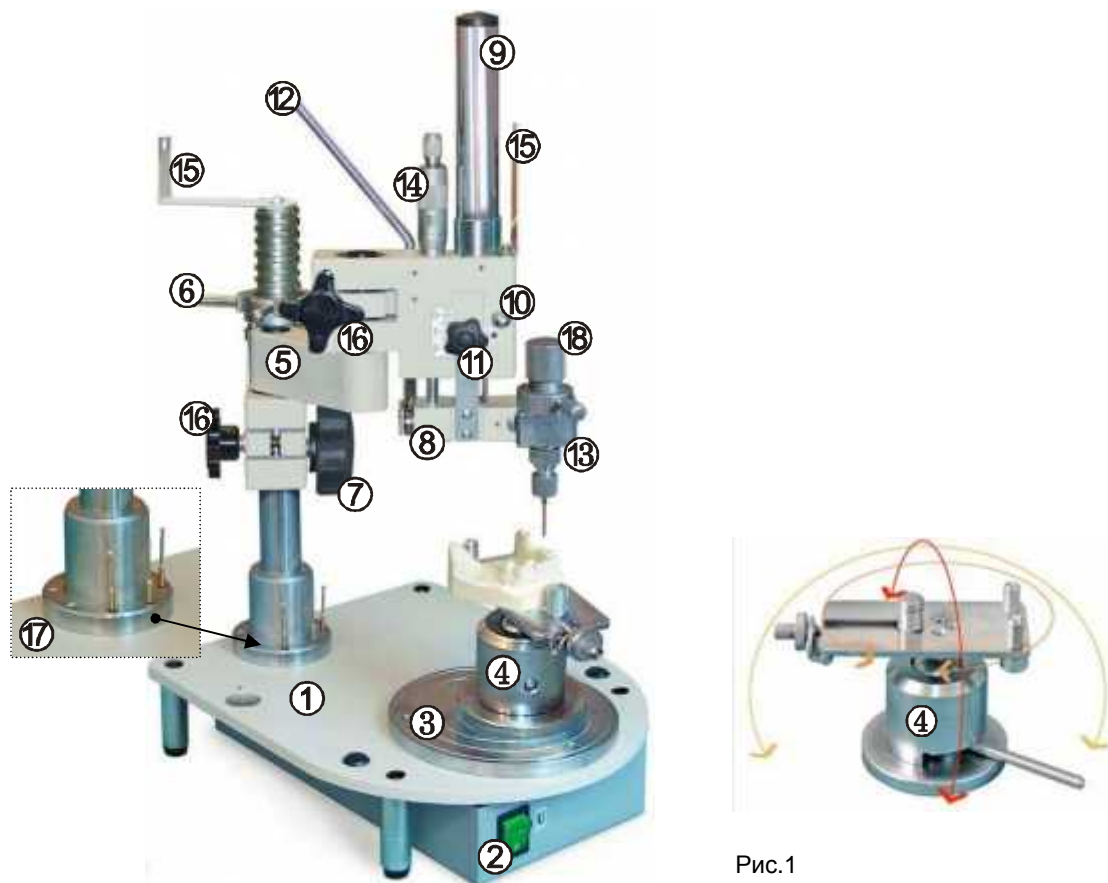
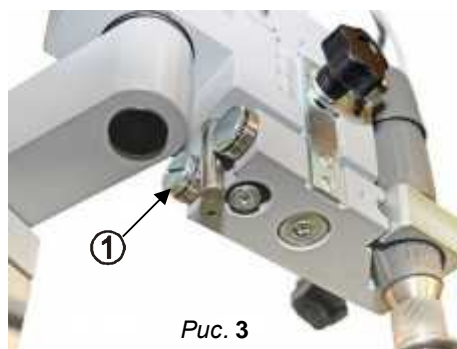

Рис. 1
Рис. 3
5.1 Основные конструктивные элементы (рис. 1)
6.2.1 Удалите защитные транспортировочные элементы (пленку электромагнитной платформы, хомуты и пр.). Держатель угловой **(15)** кабеля бормашины переверните на 180° в соответствии с рис.1.
6.2.5 Отрегулируйте при необходимости усилие возвратной пружины каретки **(8, рис. 1)**:
▪ снимите кожух **(9, рис. 1)**;
8.1.1 Для устранения люфтов в механизме вертикального перемещения каретки ослабить контргайку эксцентрика (**10**, рис. 1) и, осторожно поворачивая эксцентрик с помощью отвертки, выбрать зазоры. Добившись плавного, легкого, безлюфтового перемещения механизма, зафиксировать положение оси контргайкой. Аналогично устраняется люфт в скалке каретки (**1**, рис.3).